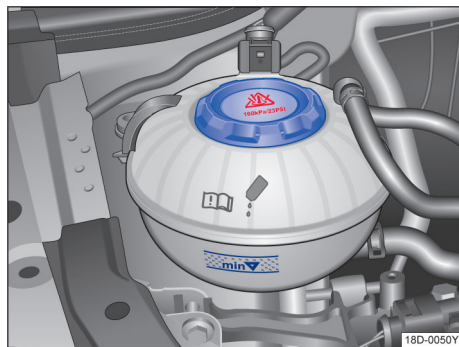

图 137 冷却液补偿容器
- 发动机处于冷态时检查冷却液液位是否处在膨胀罐侧面的标记范围内。→ 图 137